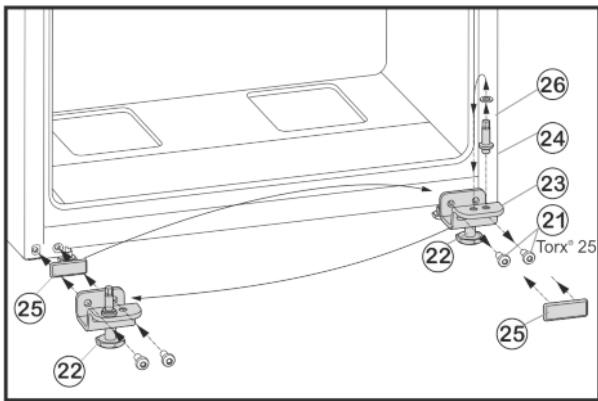

Fig. 6
- ▶ Открутите крепежные винты Fig. 6 (21).
- ▶ Снимите нижний опорный кронштейн Fig. 6 (23) вместе с опорным пальцем Fig. 6 (24), шайбой Fig. 6 (26) и регулируемой опорой Fig. 6 (22).
- ▶ Открутите опорный палец Fig. 6 (24) вместе с шайбой Fig. 6 (26) и, переставив в отверстие на противоположной стороне опорного кронштейна, снова прикрутите.
- ▶ Аккуратно снимите защитную пластину Fig. 6 (25) и переставьте ее на противоположную сторону.
- ▶ Прикрутите нижний опорный кронштейн Fig. 6 (23) вместе с опорным пальцем Fig. 6 (24), шайбой Fig. 6 (26) и регулируемой опорой Fig. 6 (22) с новой стороны шарнира (с моментом 4 Нм), при необходимости используйте аккумуляторный шуруповерт.
- ▶ Установите нижнюю дверцу сверху на опорный палец Fig. 6 (24).
- ▶ Выверните регулируемую опору Fig. 6 (22) на нижнем опорном кронштейне Fig. 6 (23) до ее соприкосновения с полом.